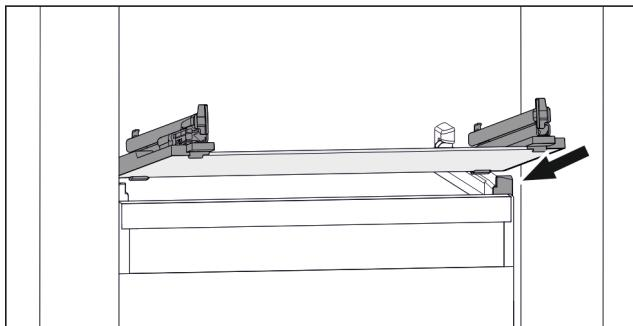

Fig. 119 Приближене відображення скляної пластини
- Встановити скляну пластину за стопорами навскоси. (див. Fig. 119)